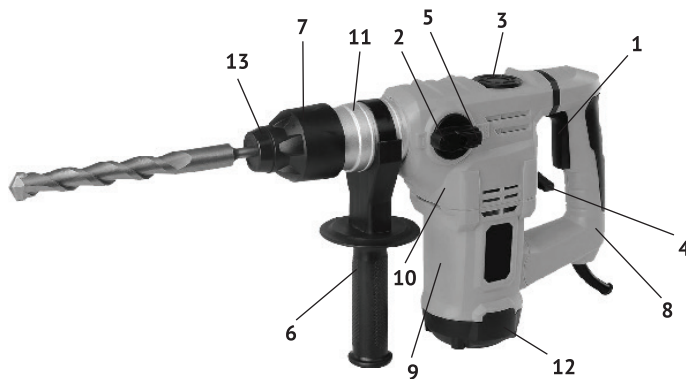

рис. 1
1.6 Общий вид перфоратора представлен на рис.1
1.7 Перфоратор состоит из вертикально расположенного коллекторного двигателя в пластиковом корпусе (рис.1 поз.9) и металлического редуктора с кривошипно-шатунным механизмом, закрытых пластиковым корпусом (рис.1 поз.10). Крутящий момент с якоря электродвигателя через систему шестерён, передаётся на вал с патроном SDS – plus (рис.1 поз.7), расположенный перпендикулярно оси двигателя. Кривошипно-шатунный механизм приводит в действие ударный узел перфоратора. На корпусе редуктора, со стороны рукоятки (рис.1 поз.8), расположен переключатель режимов (рис.1 поз.4) «сверление с ударом» - «сверление».
В зависимости от вида выполняемой работы, в патрон SDS – plus вставляется необходимая насадка (пика, долото, сверло) с соответствующим хвостовиком, или переходник SDS-plus/сверлильный патрон для установки сверлильного патрона, если необходимо работать в режиме «сверление». Дополнительная рукоятка (рис.1 поз.6) хомутом крепится на корпусе ствола (рис.1 поз.11). Фиксируется, закручиванием рукоятки по часовой стрелке, в любом положении (от 0° до 360°), что удобно пользователю, как «правше», так и «левше».
1.8 Клавиша выключателя (рис.1 поз.1) расположена в передней части рукоятки, крепящейся: к корпусу двигателя – нижней частью и к корпусу редуктора – верхней частью. Включение/отключение инструмента осуществляется нажатием/отпусканием клавиши выключателя.
Сверху, на корпусе редуктора расположено окно смазки редуктора, закрытое крышкой (рис.1 поз.3). Перед каждым использованием инструмента, ключом (входит в комплект поставки) отвернуть крышку, проверить наличие смазки на кривошипно-шатунном механизме, при необходимости добавить из ёмкости, входящей в комплект.
Слева на корпусе редуктора расположен переключатель режимов работы (рис.1 поз.2). Он фиксируется в одном из двух положений, отмеченных символами: «сверло с молотком» - сверление с ударом, «молоток» - долбление (без вращения). Нажав фиксатор (рис.1 поз.5) в торце ручки переключателя, поворотом ручки со стрелкой, совместить с нужным символом. Достигнув нужного положения, фиксатор возвращается в исходное положение, закрепляя ручку в выбранном положении.
На редукторе, ниже клавиши выключателя, находится переключатель режимов работы (рис.1 поз.4) с двумя фиксированными положениями: «сверло с молотком» - сверление с ударом и «сверло» - сверление.
При замене рабочих насадок следите за тем, чтобы колпачок (рис.1 поз.13), защищающий патрон от попадания пыли, не был повреждён.
- установить хомут на цилиндрическую часть корпуса ствола (рис.1 поз.11);
- при работе в режиме сверление без удара, переключатель (рис.1 поз.4) установить в положении «сверло», а переключатель (рис.1 поз.2) в положении «сверло с молотком». При этом режиме перфоратор может работать с патроном SDS – plus, но, как правило, устанавливается ключевой патрон;
- при работе в режиме сверление с ударом, переключатель (рис.1 поз.4) в положении «сверло с молотком», и переключатель (рис.1 поз.2) в положении «сверло с молотком»;
- при работе в режиме долбление, переключатель (рис.1 поз.4) в положении «сверло с молотком», а переключатель (рис.1 поз.2) в положении «молоток».
3.2 Для замены щёток необходимо открутить крышку корпуса двигателя (рис.1 поз.12). Щётки следует заменять парой для обеспечения равной степени их давления на коллектор якоря.